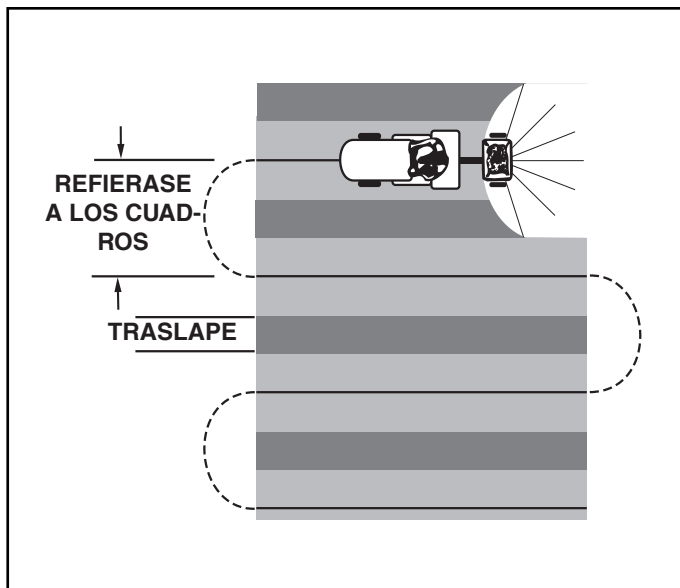

FIGURA 13
9. Para garantizar un cubrimiento uniforme, realice cada pasada superponiendo ligeramente el patrón de lanzado de la pasada anterior, según se muestra en la figura 13. Los anchos aproximados de lanzado para los diferentes materiales, se muestran en el cuadro de aplicación en esta página.